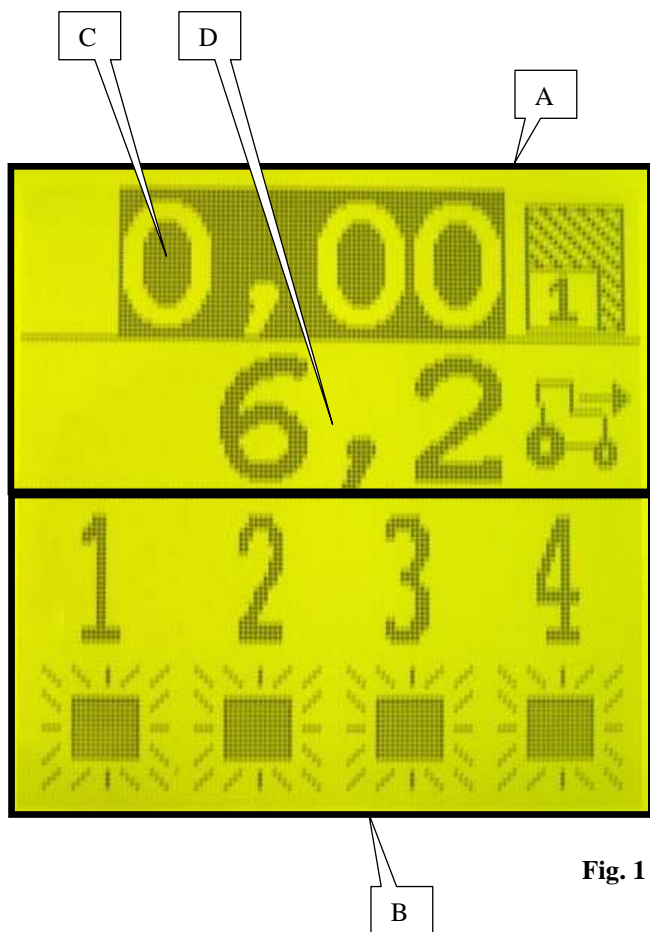

Fig. 1
a) sottoprogramma configurazione console (Fig. 1)
In modalità programmazione, evidenziare il quadrante  e confermare con . Appare la visualizzazione (Fig. 1).
Après la mise sous tension de la console, l'écran principal (Fig. 1) qui correspond au mode utilisation apparaît. Cet écran est divisé en deux parties, la partie supérieure A et la partie inférieure B.
- C : compteur de surface partiel 1 (Fig. 1)
- D : vitesse d'avancement (Fig. 1)
After switching on the main screen (Fig. 1) appears which relates to user mode.